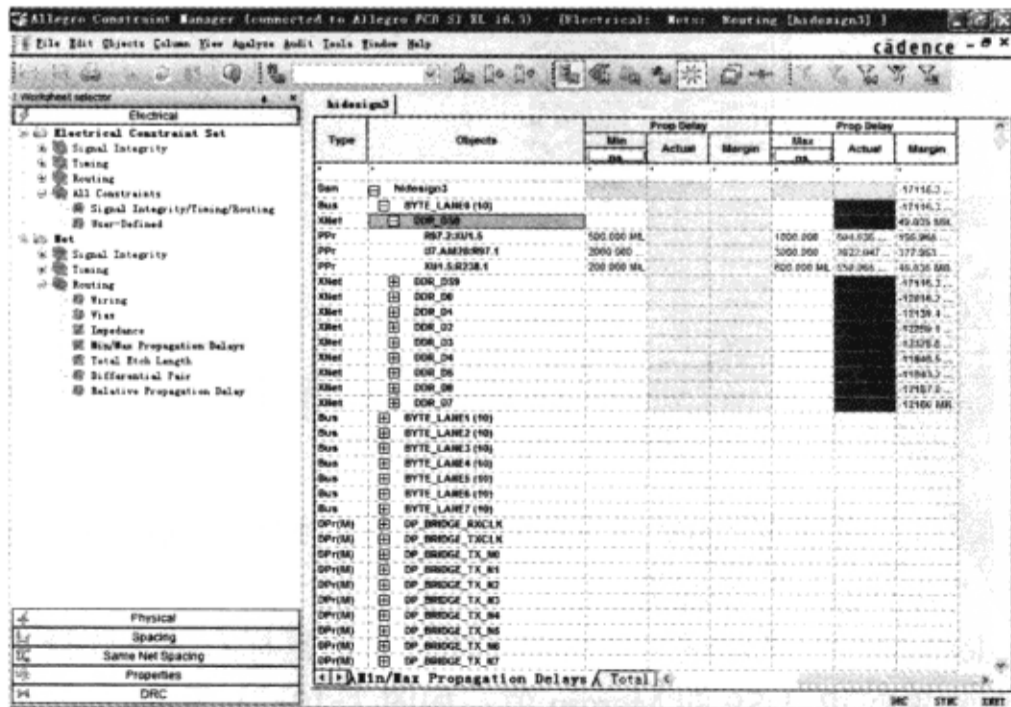

图 3-10-68 约束违背
(19) 单击表格的“Objects”栏中“DDR\_DS0”前的“+”号，展开“Objects”显示引脚对。查看弹出在“Prop Delay”下面“Min”栏和“Max”栏，这两栏的值显示为黑色文本。在“Prop Delay”下面“Actual”和“Margin”单元格也被填入值。绿色的值表示满足约束，红色的值表示不满足约束，如图 3-10-68 所示，显示红色的项目在“PCB SI”窗口有 DRC 标志。